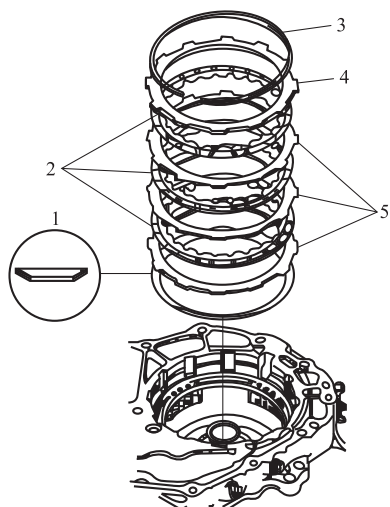

图 2-24 安装倒挡制动器片组
① 将倒挡制动器浸泡在变速器油中至少 30 min。
② 将定位销、新的衬垫安装到变速器壳体上。将控制轴朝变速器壳体的外侧推，然后安装中间壳体。将控制轴向后推，然后对准控制轴上的槽，将滚柱安装到中间壳体上。
③ 安装新的制动器活塞密封圈，然后将活塞安装到中间壳体上；安装回位弹簧，弹簧应对准导向器。
④ 用专用工具 (07TAE - P4VR110) 压缩回位弹簧，将卡环安装到座圈上方的中间壳体上，然后拆除专用工具，确认卡环开口间隙不小于 15 mm。
⑤ 安装倒挡制动器片组。按图 2-24 所示的方向将盘片弹簧放到倒挡制动器，从制动盘开始，交替安装制动片和制动盘。L15A2 发动机车型是 3 片；L13A3 和 L12A3 是 2 片。然后安装制动器底板和卡环，安装后确认卡环的内径不小于 143.5 mm，开口端间隙不小于 18 mm。